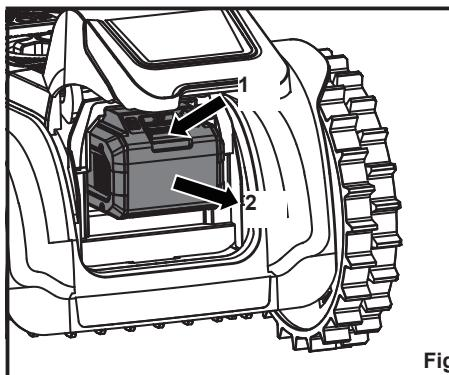

Fig. 3
2. Mantenga presionado el botón de liberación del paquete de baterías (1), sujetelo firmemente el paquete de baterías y extrágalo (2) del compartimento de las baterías (Fig. 3).